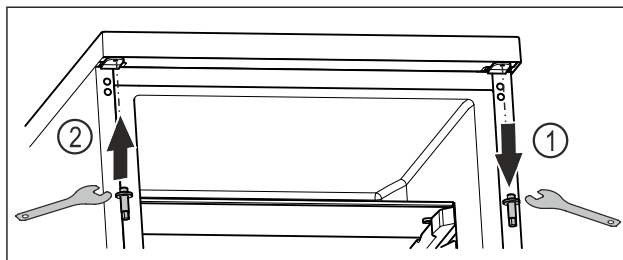

Fig. 22
- ▶ Skru den øverste bolt af med unbrakonøgle. Fig. 22 (1)
- ▶ Indsæt boltten fast på den modsatte side med unbrakonøgle. Fig. 22 (2)